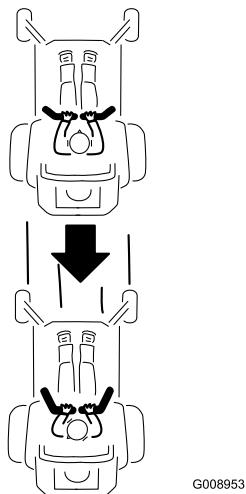

Figura 19
- Para ir hacia atrás, mire hacia atrás y hacia abajo, y tire hacia atrás lentamente de las palancas de control de movimiento (Figura 19).
Para ir recto, aplique la misma presión a ambas palancas de control de movimiento (Figura 19).